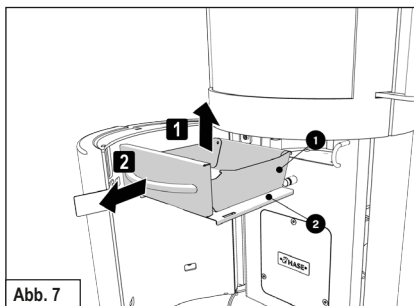

Abb. 7
- ▶ Ziehen Sie den Aschebehälter (1) am Griff mit dem Deckel (2) heraus (Abb. 7).